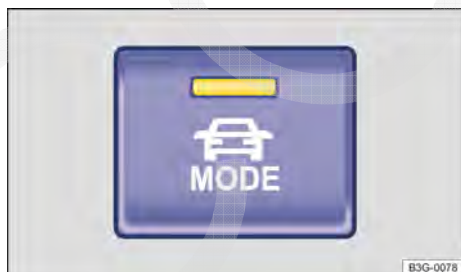

Fig. 156 Na parte inferior do console central: botão de seleção do perfil de condução.
- Pressionar o botão de seleção do perfil de condução  → Fig. 156. No display do Infotainment é exibido o menu de seleção do perfil de condução. O perfil de condução ativo é marcado.
- Pressionar o botão de seleção do perfil de condução  → Fig. 156. No display do Infotainment é exibido o menu de seleção do perfil de condução. ▶
- **OU:** pressionar novamente no botão de seleção do perfil de condução  → Fig. 156, para selecionar automaticamente o próximo perfil de condução não ativo.